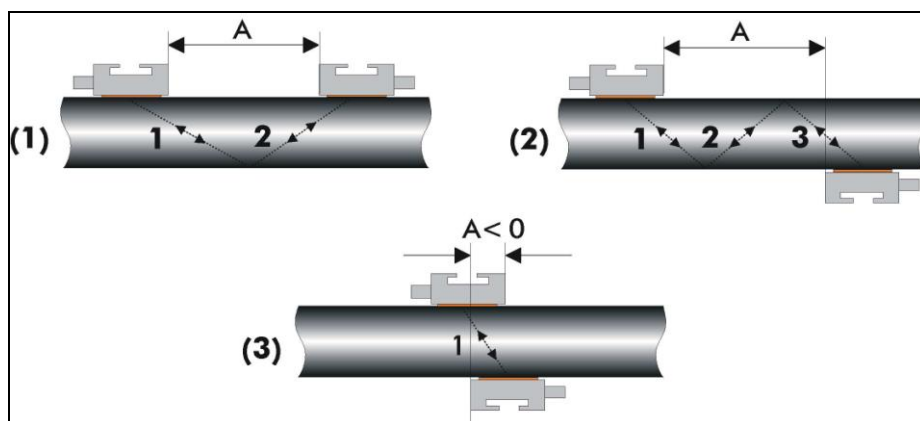

Рисунок 3-1 Способы установки датчиков и измерение расстояний
Наиболее частый способ установки датчиков – Зеркальный режим, также известный как V-режим (см. *Рисунок 3-1*, эскиз (1)). В этом режиме ультразвуковой сигнал дважды проходит через среду (2 прохода). Зеркальный режим – наиболее удобный метод установки, так как расстояние между преобразователями можно легко измерить и датчики можно прекрасно совместить. Этот метод необходимо применять всегда, когда это возможно.
Альтернативный способ установки (см. *Рисунок 3-1*, эскиз (3)) – это Диагональный режим (Z-режим). В этом режиме сигналы проходят через среду однократно. Этот метод часто используется для больших труб, где может быть сильное затухание сигнала.
Возможны вариации Зеркального и Диагонального режимов при увеличении числа проходов через среду. Любое четное количество проходов требует установки датчиков на одной стороне трубы, в то время, как при нечетном количестве проходов датчики надо устанавливать на противоположных сторонах трубы. Обычно для маленьких труб применяются такие способы установки датчиков как четырехпроходные (W-режим) или трехпроходные (N-режим) (см. *Рисунок 3-1*, эскиз (2)).
Расстояние между датчиками измеряется между торцами, смотрящих друг на друга, как показано на *Рисунок 3-1*. Оно автоматически рассчитывается расходомером на основании введенных параметров наружного диаметра трубы, толщины стенки трубы, толщины и материала покрытия, среды, рабочей температуры, типа датчиков и выбранного числа проходов сигнала.
На маленьких трубах возможно отрицательное расстояние между датчиками $A < 0$, если выбран диагональный режим (см. *Рисунок 3-1*, эскиз (3)). Отрицательное расстояние может быть рассчитано и в зеркальном режиме, но невозможно. В таких случаях используйте диагональный режим или большее число проходов.